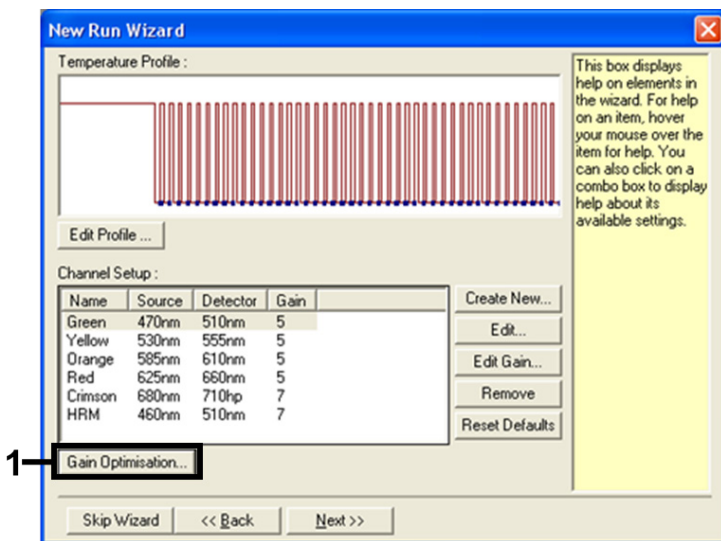

Figure 10. Gain Optimization (Optimisation du gain).
12. Dans la boîte de dialogue suivante, cliquer sur Gain Optimisation (Optimisation du gain) (figure 10).